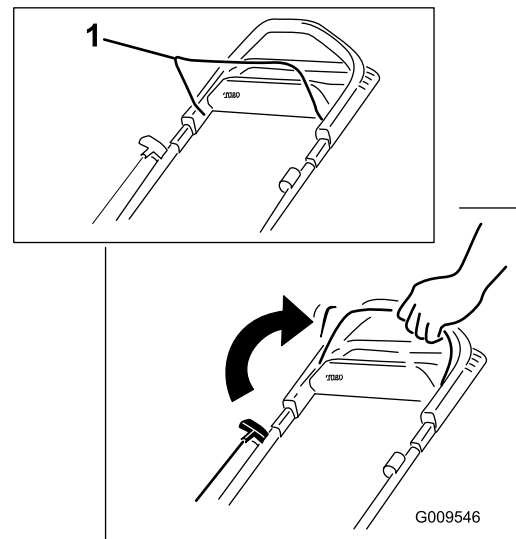

Figura 12
1. Tire de la barra de control de la cuchilla hacia el manillar, y sujétela en esa posición (Figura 12).